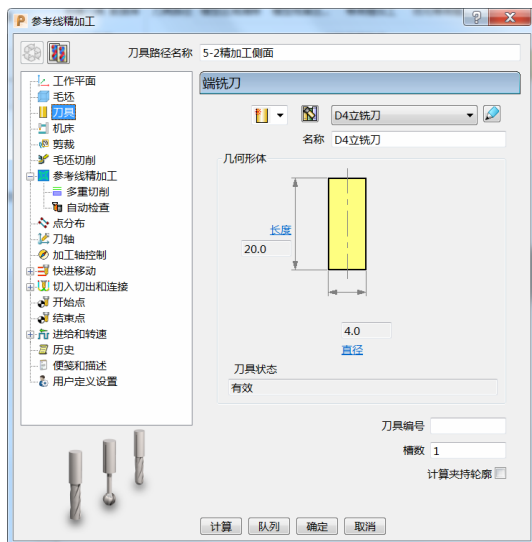

图 3-60
- 3) 刀具：选择“ $\phi 4$ 立铣刀”，伸出 20mm。（图 3-60）